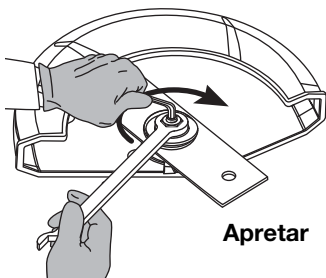

Fig. 21
5. Mientras sujeta la llave tipo "Allen" en el orificio del husillo, apriete la tuerca girando la llave hacia la derecha hasta que quede apretada (Fig. 21).